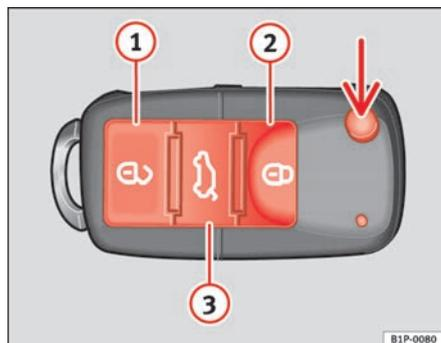

Fig. 42 Tasti della chiave con telecomando
Con il tasto ⇒ fig. 42 (freccia) del telecomando, si sblocca lo scatto della chiave.
Tasto di apertura  ⇒ fig. 42 ①.
Chiusura del veicolo  ⇒ fig. 42 ②.
Sblocco portellone posteriore. Tenere premuto il tasto  ⇒ fig. 42 ③ fino a quando lampeggiano brevemente tutti gli indicatori di direzione. Nel premere il tasto di sblocco  ③, si hanno 2 minuti per aprire il portellone. Una volta trascorso questo periodo si blocca di nuovo.
Per cambiare lo stato bloccato/sbloccato, azionare il pulsante  o il tasto **1** ⇒ pag. 84, fig. 42 della chiave del telecomando.